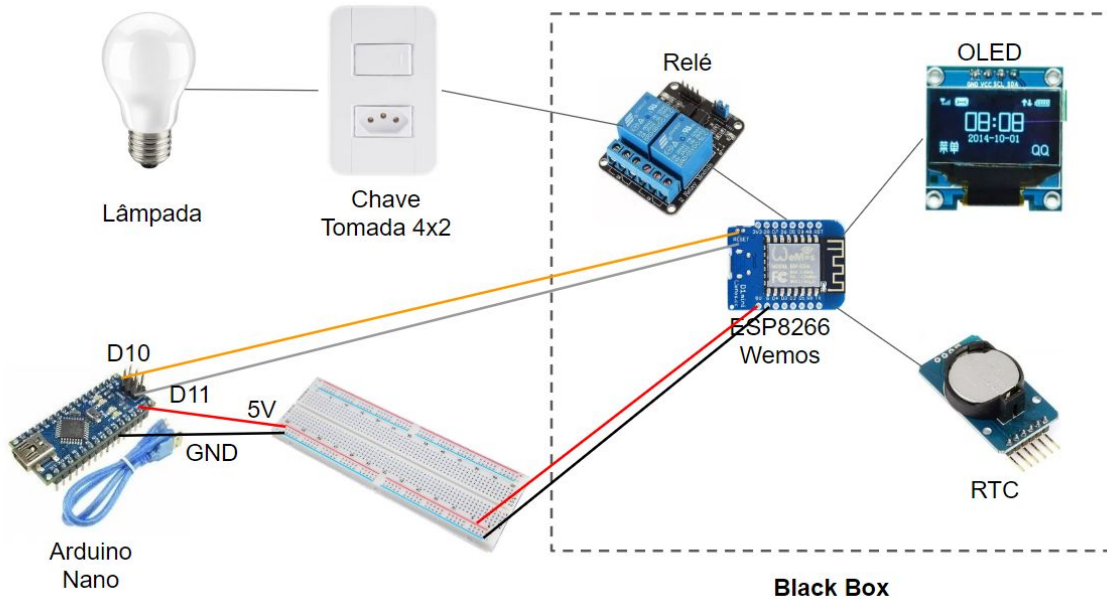

Figura 1 - Componentes do Kit IoT Hedwig
1. Ligação dos fios do Arduino Nano com o Módulo IoT, e ligação do PC com o Arduino Nano através do cabo USB (vide Figura 1)
1. Ligação dos fios do Arduino Nano com o Módulo IoT, ligação do PC com o Arduino Nano através do cabo USB e ligação entre ESP e Arduino Nano (Vide Figura 1)